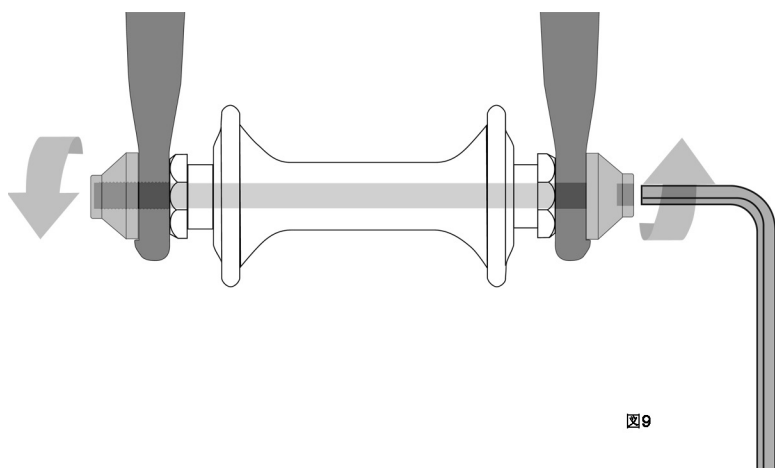

図9
- 一端にナット、他端に六角レンチ、ロックレバーなどの締め付け器具用の穴が付いたシャフト（「スクエア」）を貫通させた中空アクスル（スルーボルト、図9）